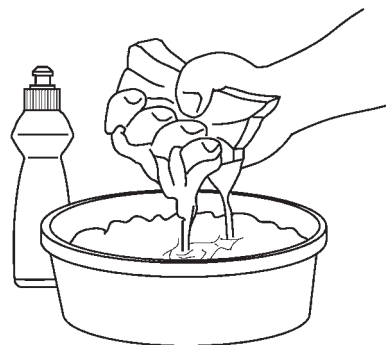

Figure 74
3. Laver le filtre à air dans du détergent ménager ou du kérosène (Fig. 74).